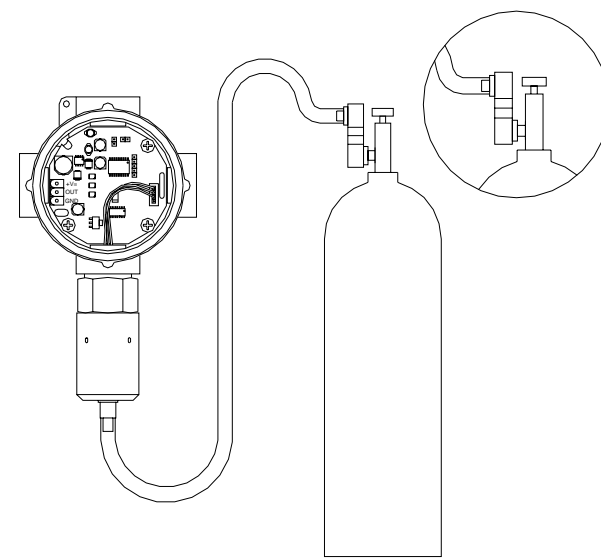

Fig. 3: Comment appliquer le gaz de test au transmetteur.
Le transmetteur doit être resté en fonction pendant au moins 48 heures en zone propre et doit être mis en mode de fonctionnement normal. Appliquer à l'aide de l'adaptateur à cet effet le gaz échantillon provenant d'une bouteille de gaz avec précision certifiée, comme indiqué sur la figure 3.
- Appliquer à l'aide de l'adaptateur à cet effet le gaz échantillon d'une bouteille de gaz avec précision certifiée, comme indiqué sur la figure 3.